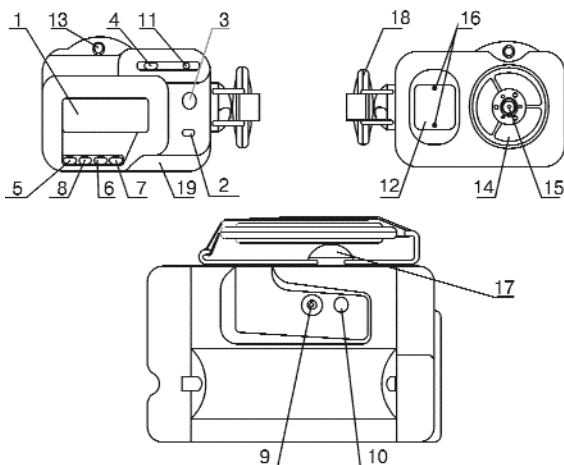

Рис. 2
- 5) Винтом поз. 17 рис.2 и застежкой “репейник” отрегулировать положение ремнедержателя и длину поддерживающего ремня таким образом, чтобы рука оператора прочно фиксировалась ремнем поз.18 рис.2 и был обеспечен удобный доступ пальцев рук к кнопкам “ИЗМЕРЕНИЕ” поз.10 рис.2 и “ПАМЯТЬ” поз. 9 рис.2.
- вывернуть винт поз.17 рис.2;
- привернуть кронштейн к корпусу прибора винтом поз.17 рис.2;
2.3.2 Для включения прибора следует один раз нажать на клавишу “РЕЖИМ” поз.3 рис.2
- ◆ индикатор “ПИТАНИЕ” поз.11 рис.2 коротко мигнет один раз и погаснет (если индикатор не погаснет, необходимо заменить элементы питания);
- ◆ на ЖКИ поз.1 рис.2 в верхней строке показывается значение коэффициента теплового излучения  $E$ , а в нижней строке - меню
- Для включения прибора следует также нажать один раз на клавишу “РЕЖИМ” поз.3 рис.2.
2.3.4 Предварительное прицеливание прибора требуется производить через визир (поз.13, рис.2), при необходимости точного прицеливания используется лазерный целеуказатель.
2.3.5 Для того, чтобы перевести прибор в режим измерения температуры, требуется один раз нажать на клавишу "ИЗМЕРЕНИЕ" поз.10 рис.2 (для выхода из режима измерения температуры требуется повторное нажатие клавиши "ИЗМЕРЕНИЕ"). При этом показания на жидкокристаллическом индикаторе имеют вид:
После однократного нажатия клавиши "E" поз.6 рис.2 жидкокристаллический индикатор принимает вид:
Далее с помощью клавиш "▶" и "◀" поз.7, 8 рис.2 значение E увеличивается или уменьшается, соответственно, с шагом 0.01.
При нажатии на кнопку поз. 7 или 8 (рис.2) прибор автоматически переходит в режим E, изменяя его значение, затем возвращается в режим "**ИЗМЕРЕНИЕ**".
2.3.8 Максимальный зафиксированный результат выводится на жидкокристаллический индикатор как в процессе измерения температуры, так и при выборе пункта меню MAX и нажатии клавиши "**КОНТРОЛЬ**" (поз.6. рис.2). При этом жидкокристаллический индикатор имеет вид:
2.3.9 Лазерный целеуказатель автоматически включается при входе в режим **"ИЗМЕРЕНИЕ"** (см. п. 2.3.5), а выключается при нажатии на кнопку **"ЛЦУ"** поз. 4 рис.2.
С помощью кнопок **"▶"** и **"◀"** поз.7, 8 рис.2 выбирается пункт меню CLR и один раз нажимается клавиша контроля **"■"** поз.6 рис.2. Максимум сброшен, можно производить дальнейшие измерения. При этом жидкокристаллический индикатор примет вид:
Возврат в меню осуществляется нажатием клавиши контроля **"■"** поз.6 рис.2.
Запись температуры в память прибора производится в режиме **"ИЗМЕРЕНИЕ"** однократным нажатием в течение 1-2 с клавиши **"ПАМЯТЬ"** поз.9 рис.2. При этом жидкокристаллический индикатор имеет вид:
С помощью клавиш "▶" и "◀" поз.7,8 рис.2 выделяется пункт меню **MEM** и нажимается клавиша контроля "■" поз.6 рис.2.
При помощи клавиш "▶" и "◀" поз.7,8 рис.2 можно просмотреть ряд запомненных значений температуры.
2.3.14 Для того, чтобы включить подсветку жидкокристаллического индикатора, необходимо нажать и удерживать сколько необходимо клавишу "СВЕТ" поз.2. рис.2.